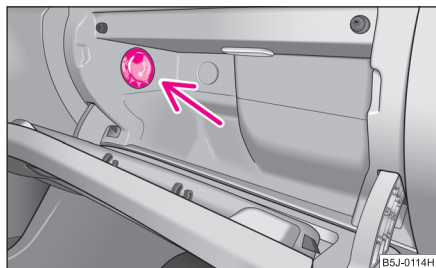

Fig. 80 Vide-poches: Utilisation du refroidissement
- Faites tourner le bouton rotatif ⇒ fig. 80 pour l'arrivée ou la coupure de l'air frais.